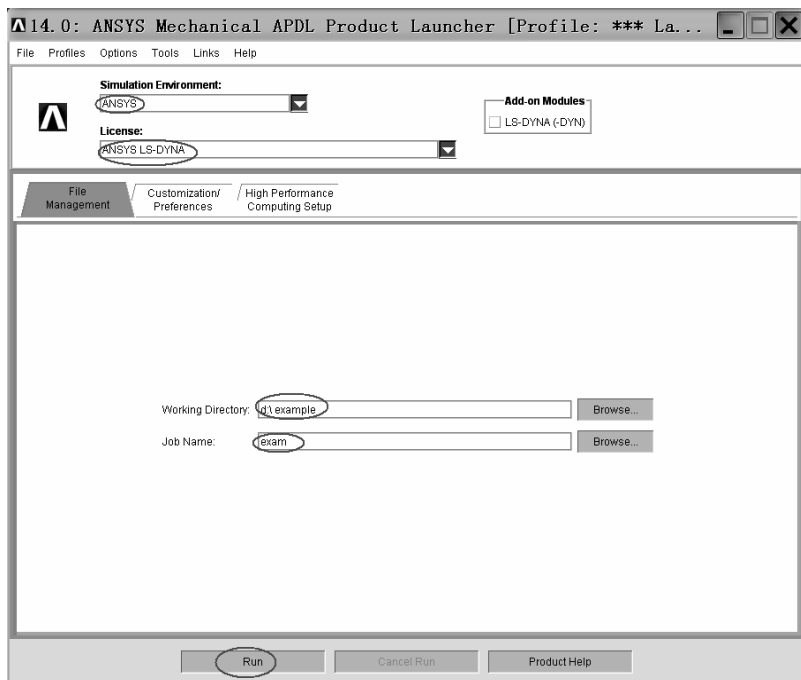

图 3-101 ANSYS LS-DYNA 启动窗口
(1) 在 ANSYS LS-DYNA 启动窗口（即“14.0 ANSYS Mechanical APDL Product Launcher [Profile: *** La...”窗口，见图 3-101）中“Simulation Environment:”下面选择“ANSYS”；在“License:”下面选择“ANSYS LS-DYNA”；在“Working Directory:”后的方框中随便输入一个目录，如“D:\example”；在“Job Name:”后的方框中随便输入一个文件名，如“exam”。然后单击“RUN”按钮，打开 ANSYS LS-DYNA 操作界面。